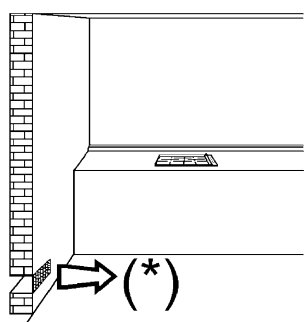
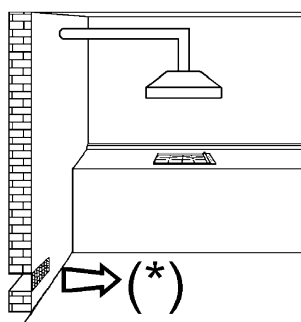
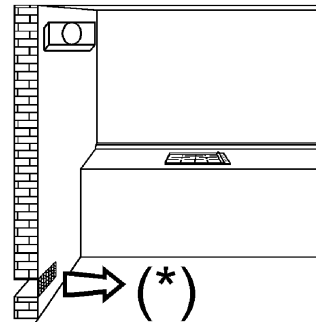

Рис. 3
Рис. 4
Рис. 5
- При сгорании газа выделяется тепло и влажность. Поэтому в помещении необходимо обеспечить хорошую циркуляцию воздуха, не загораживать отверстия для естественной вентиляции (рис. 3) и включить вытяжку (вытяжной колпак или электрический вентилятор, рис. 4 и 5).
Для правильного функционирования прибора необходимо, чтобы помещение, где он устанавливается, постоянно вентилировалось. Количество воздуха должно быть достаточным для нормального сжигания газа и вентиляции помещения, объем которого должен быть не менее 20 м³. Естественный приток воздуха должен происходить напрямую через вентиляционные отверстия в стене, выходящие наружу и имеющие сечение не менее 100 см² (рис. 3). Эти отверстия должны быть расположены таким образом, чтобы доступ воздуха в них всегда оставался открытым. Разрешается также применение не прямой вентиляции из помещений, прилегающих к кухне, при условии соблюдения действующих норм.
Продукты сгорания, образующиеся при приготовлении пищи на газовых приборах, должны обязательно удаляться при помощи вытяжек, соединенных с вентиляционными трубопроводами, дымоходами или с отверстиями, выходящими наружу. Если нет возможности использовать вытяжку, допускается использование вентилятора, устанавливаемого на окне, или на выходящей на улицу стене (рис. 4). Этот вентилятор (рис. 5) должен включаться одновременно с прибором, при этом обязательно должны соблюдаться действующие нормы.